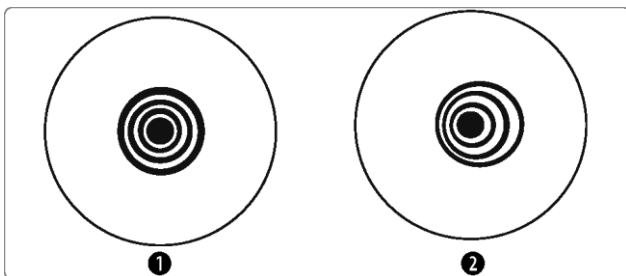

Abbildung 1. Korrekte (1) und falsche (2) Kollimation während eines Sternests.
3. Bringen Sie den Stern mit ca. 1/2 Umdrehung am Fokussierknopf aus dem Fokus. Das defokussierte Sternenmuster sollte konzentrisch aussehen, während der Sekundärspiegelschatten auf das Sternenmuster zentriert ist. Alles sollte kreisförmig aussehen, wie in Abbildung 1. Wenn das Muster nicht konzentrisch ist oder elliptisch aussieht (2, Abb. 1), müssen Sie den Primärspiegel anpassen.
4. Die Einstellung der Hauptspiegelzelle erfolgt mit drei Einstellschrauben und drei Verriegelungsschrauben. Um den Primärspiegel zu kollimieren, lösen Sie zunächst jede der Verriegelungsschrauben, indem Sie sie um eine vollständige Umdrehung gegen den Uhrzeigersinn drehen. Nehmen Sie anschließend eine kleine Anpassung an die erforderlichen Einstellschrauben vor und zentrieren Sie den Stern wieder im Okular. Jede Einstellschraube kann den Hauptspiegel neigen und hat einen begrenzten Einstellbereich. Nehmen Sie mit einem 2,5-mm- und 4,5-mm-Inbusschlüssel kleine Anpassungen vor, bis das unscharfe Sternbild wie "1" in Abbildung 1 aussieht. Wenn Sie fertig sind, ziehen Sie alle drei Feststellschrauben leicht an, um den Spiegel an seinem Platz zu befestigen. Nicht zu fest anziehen.